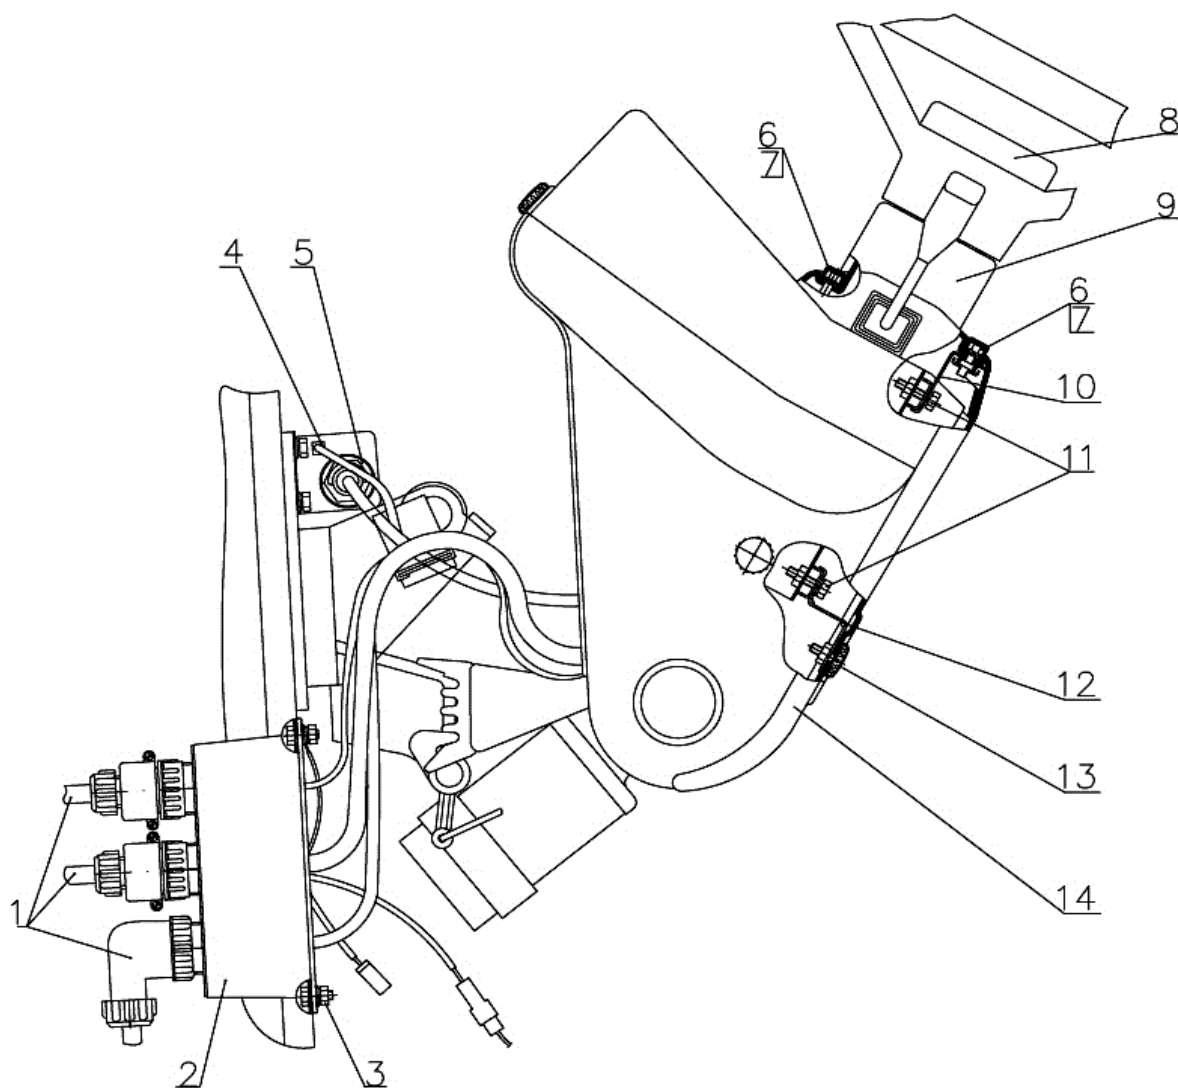

Рис.11.24 Установка щитка приборов.
2) отсоедините разъемы жгутов по двигателю и трансмиссии (1), (рисунок 11.24), от разъемов жгута щитка приборов, установленных на передней стенке кабины;
3) снимите пластмассовый кронштейн (2), (рисунок 11.24), со жгутами щитка, предварительно отвинтив четыре гайки (3) его крепления;
4) отсоедините колодку (4), (рисунок 11.24), и разъем (5), жгута по кабине от соответствующих жгутов щитка приборов;
5) снимите колпачки (6), (рисунок 11.24), и отверните болты (7), затем снимите рулевое колесо (8) вместе с кожухом (9);
6) снимите кожух (14), (рисунок 11.24), предварительно отвинтив винт (13);
7) снимите кронштейны (10) и (12), (рисунок 11.24), предварительно отвернув болты (11);
1) для замены предохранителей предварительно снимите кожух (14), (рисунок 11.24), открутив винт (13). Снимите крышку соответствующего блока предохранителей и замените предохранитель.
13) для замены пульта программирования (24), (рисунок 11.24), отсоедините колодки жгута от пульта, затем извлеките пульт со стороны лицевой поверхности панели щитка (4);